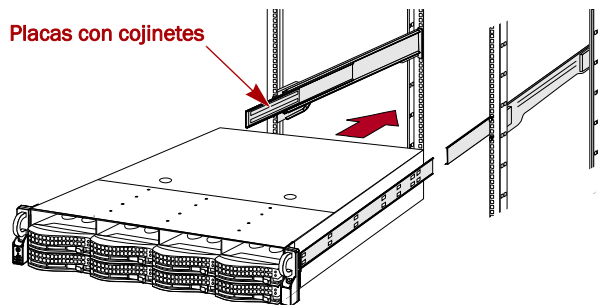

Figura 9. Inserción de la matriz de expansión en el bastidor
2. Confirme que las **placas con cojinetes** estén en la parte **delantera** (Figura 9).